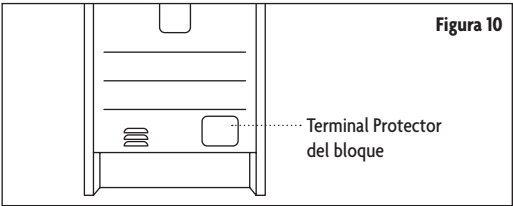

Figura 10
1. Remueve al protector del cable en la parte trasera de la estufa removiendo los dos (2) tornillos utilizando el destornillador Phillips. (Consulte la Figura 10).